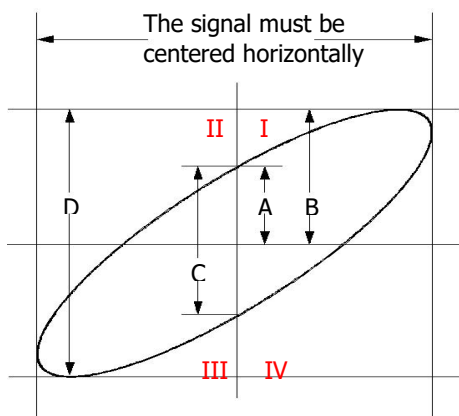

Figure 3-2 Diagramme schématisé de mesure de l'écart de phase
5. Observez le résultat de la mesure indiqué dans la figure ci-dessus. D'après le schéma de mesure de la déviation de phase (comme illustré sur la figure 3-2),  $A/B$  ( $C/D$ ) = 1. Ainsi, l'angle de déviation de  $\theta = \pm \arcsin 1 = 90^\circ$ .